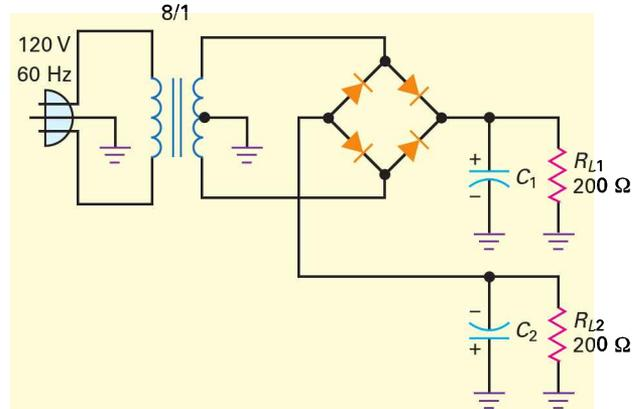

Figure 4.45
4.45 L'alimentation de la figure 4.45 a deux sorties de tensions. Quelles sont leurs valeurs approximatives ?
4.46 On ajoute à la figure 4.45 une résistance de surcharge de $4,7 \Omega$. Quelle est la valeur maximale possible du courant de surcharge ?